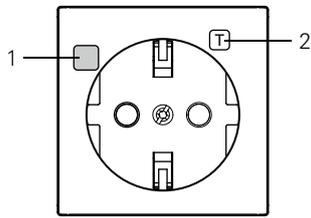

Figura 1
- Base de enchufe con interruptor diferencial, figura 1